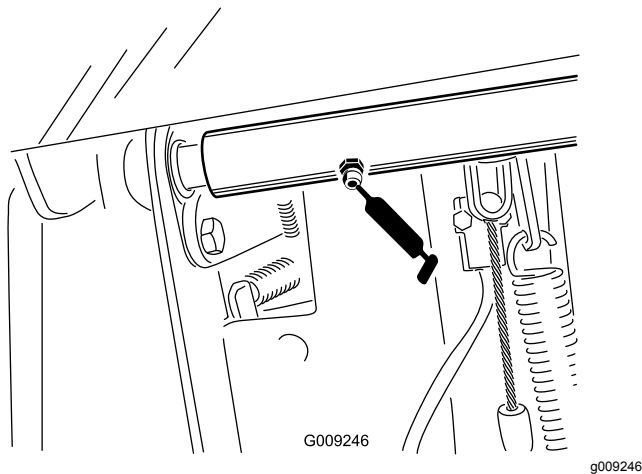

Bild 59
- Zwei Bremspedal-Drehzapfen der Wellenlager (Bild 59)